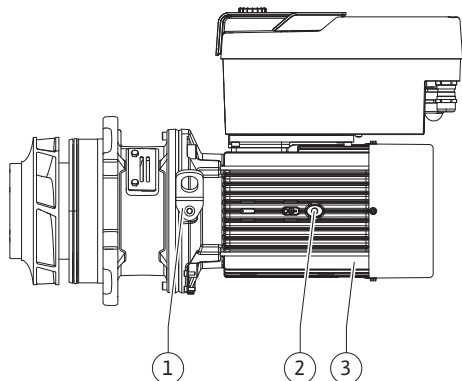

Fig. 108: Вставний модуль
13. Завести вставний модуль (див. Fig. 108) у корпус насоса в попереднє або інше бажане кутове положення. Потрібно враховувати допустимі монтажні положення компонентів (див. главу «Допустимі монтажні положення та зміна розташування компонентів перед установкою» [► 25]).